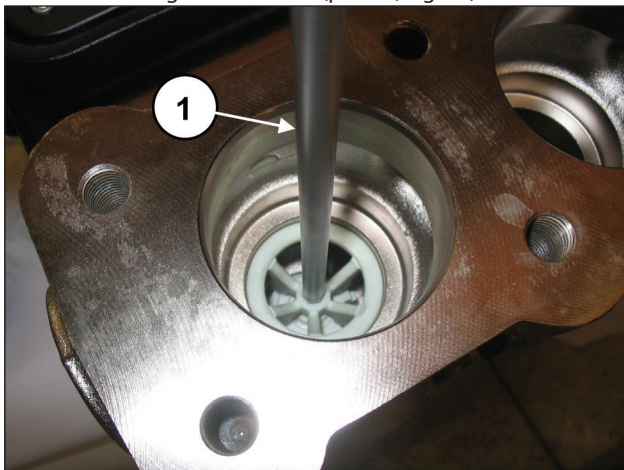

Fig. 93
Extraia o espaçador da guia da válvula, mediante o uso de uma chave hexagonal de 8 mm (pos. ①, Fig. 93).